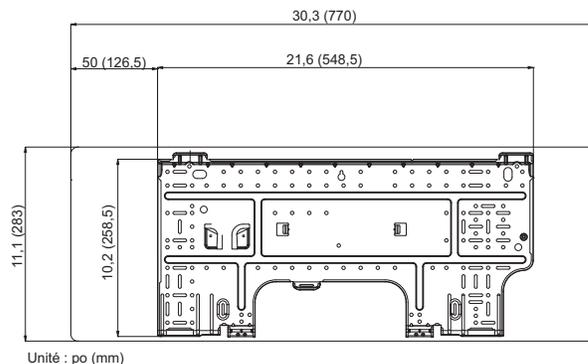

Fig. 6 – Écartement de la plage de montage pour les modèles 09 et 12K
2. La plaque de montage doit être positionnée horizontalement et à niveau sur le mur. Il convient de respecter les dégagements minimums indiqués dans les figures 6 à 8.